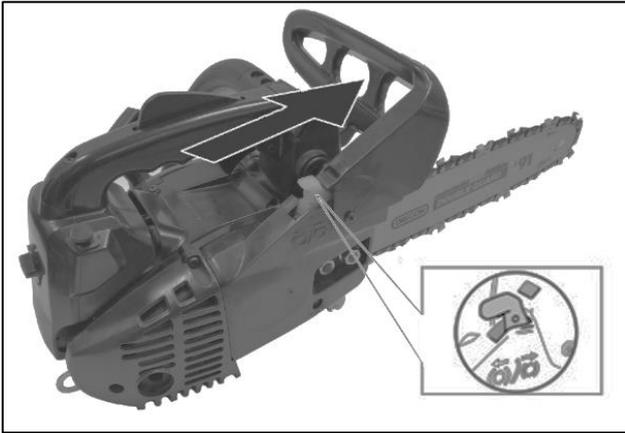
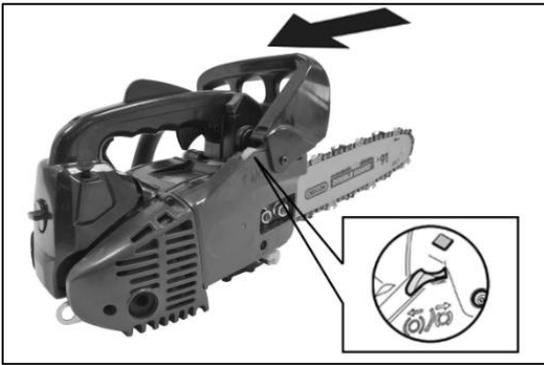

Fig. 20
Fig.26
Avant de lancer le moteur, assurez-vous avant de commencer que le levier du frein de chaîne est engagé vers l'avant (Fig. 20)
8) Tirez le levier de frein de la chaîne en direction des poignées pour libérer le frein de la chaîne.(Fig.26). (Fig.20-(1)*Relâche le frein*)